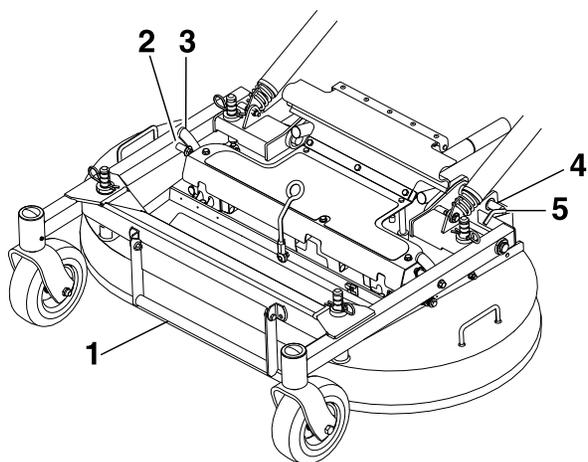

Рисунок 25
3. Удерживая переднюю раму в опущенном положении, поднимите деку за одну сторону так, чтобы опорный фиксатор деки вошел в зацепление с неподвижным штифтом в передней раме (Рисунок 25).